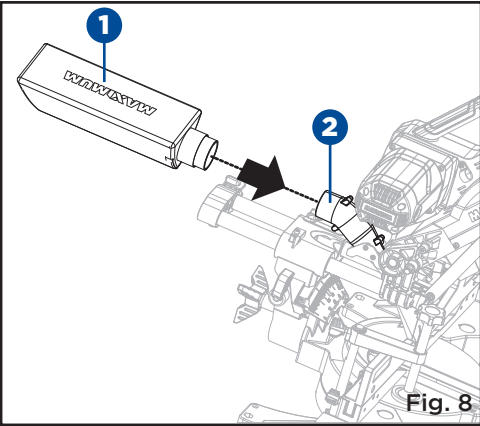

Fig. 8
**POSE DU SAC À SCIURE (Fig. 8)**
- Glissez le sac à sciure (1) sur la bouche d'évacuation de la poussière (2) située sur le côté de la scie.